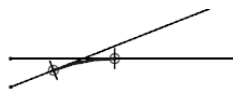
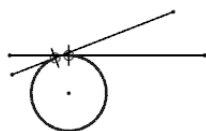

图 5.6.12 选择（一）
图 5.6.13 “选择（二）”
- 如果选中“创建备选圆角”按钮，则可以生成每一种可能的圆角（或按 Page Down 键选择所需的圆角），如图 5.6.12 和图 5.6.13 所示。